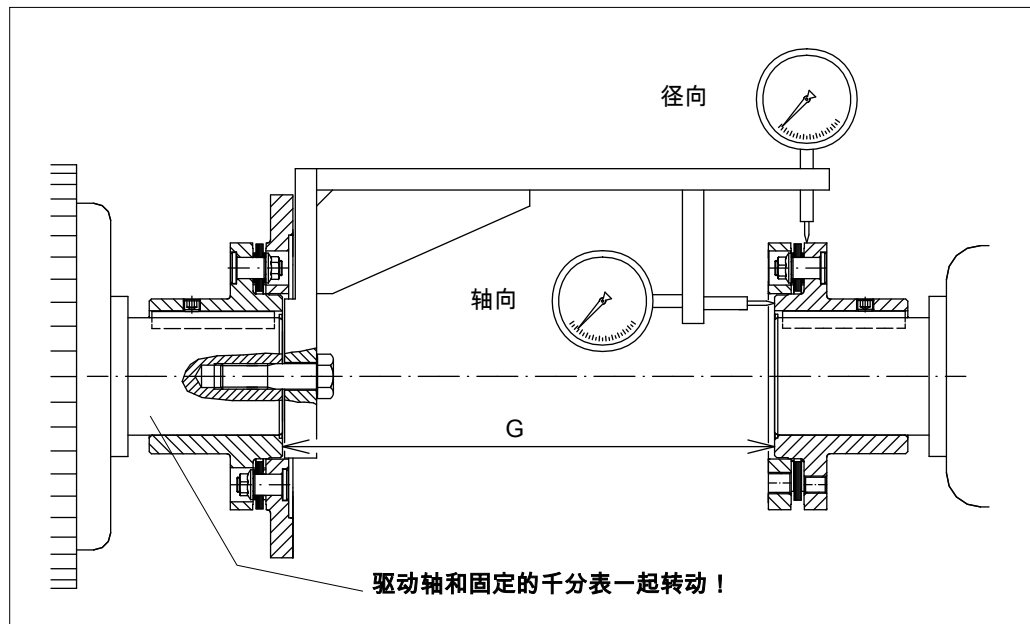

图 31
**径向跳动偏差**根据 → 章节 8.5.3，Bild 31，页码 58
**轴向跳动偏差**根据 → 章节 8.5.3，Bild 31，页码 58